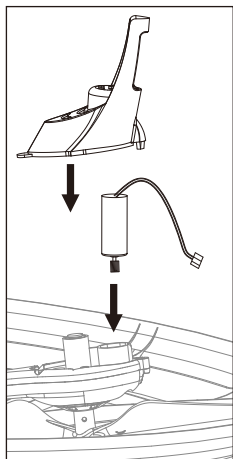

图11
1. 用螺丝刀取出电机罩上的螺丝，拔掉电线取出损坏的电机（图11）。